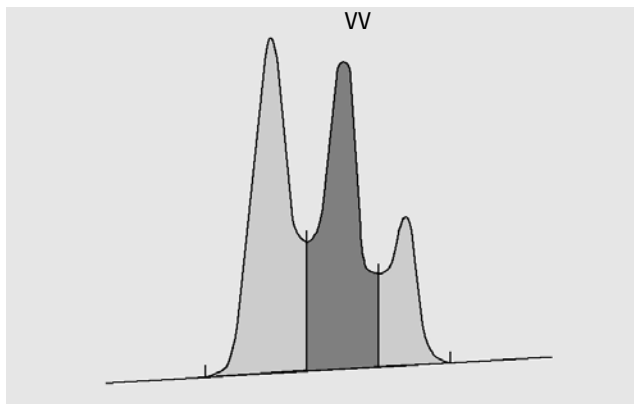

Figura 11 Medição da área para picos de vale para vale
- para picos vale para vale (VV), a área acima da linha de base, segmentada com linhas de queda verticais a partir dos pontos do vale, como em Figura 11 na página 35;